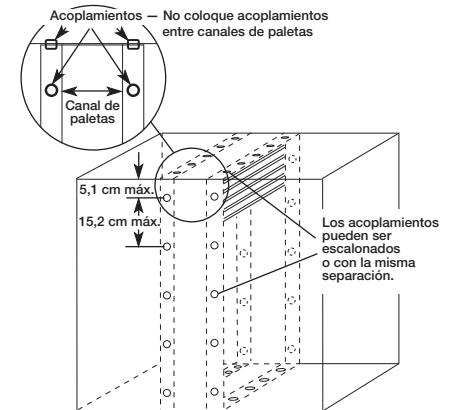

Figura 6 - Acoplamiento en Terreno de los Cortafuegos a los Manguitos
a. Conecte todos los (4) lados del marco del cortafuegos al manguito con una (1) fila de acoplamientos a cada lado del canal de paletas. Use un mínimo de (4) acoplamientos por lado ((2) a cada lado del canal de paletas). Consulte la Figura 6.